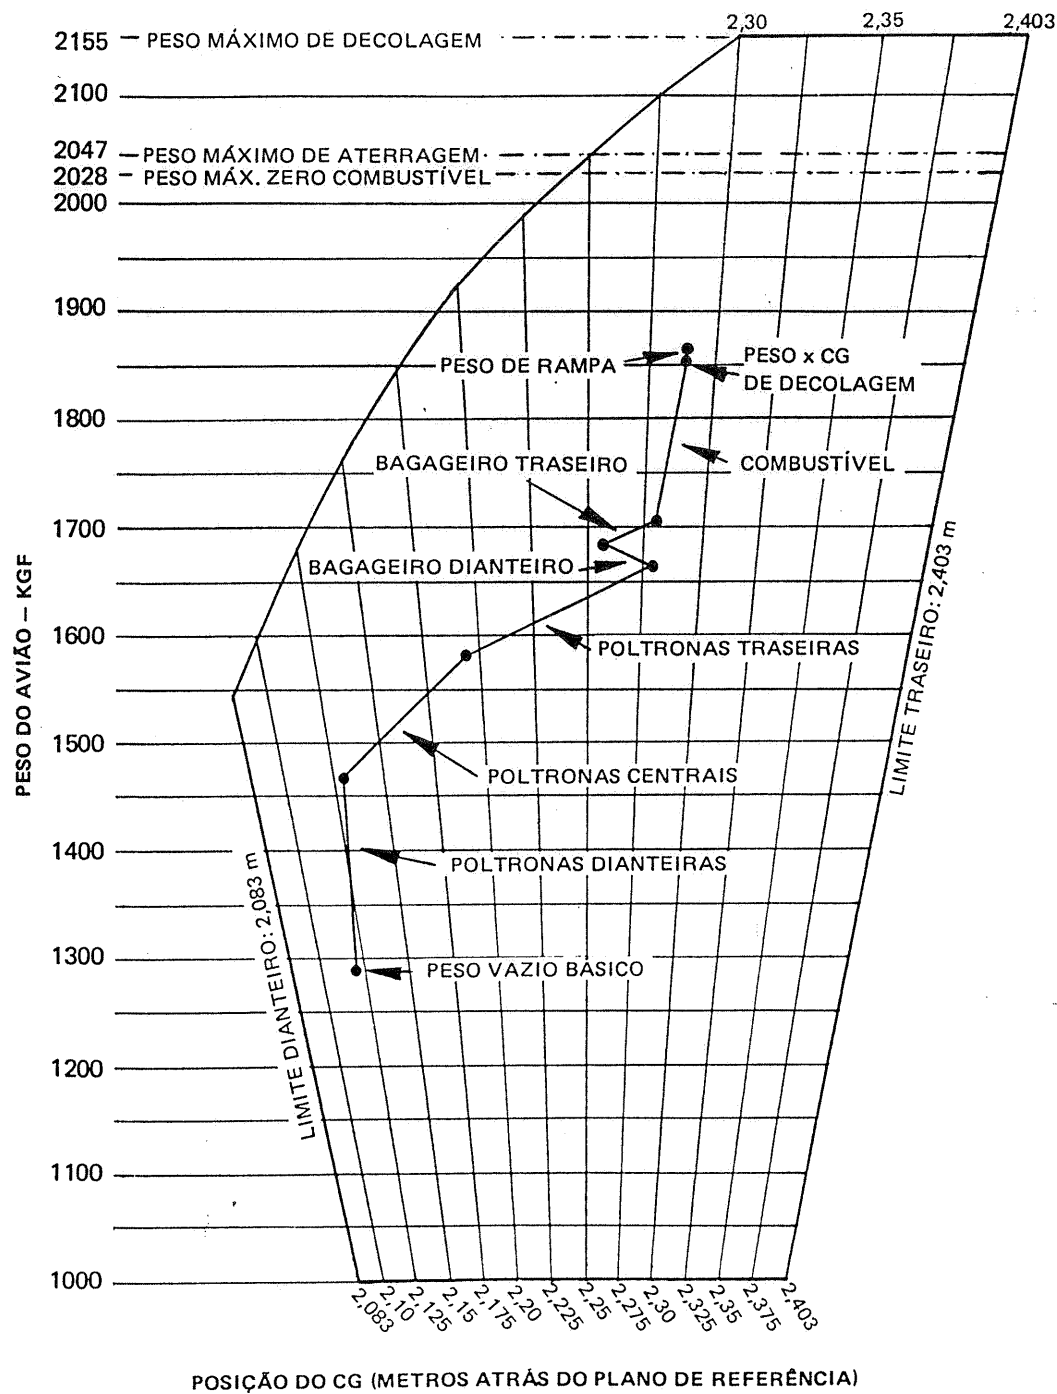

Figura 6-9. Exemplo de Balanceamento
1. Marque um ponto sobre a régua de peso e balanceamento, correspondente a 1293 kgf e 2,12 m, representando o peso vazio básico e o respectivo C.G. (veja a figura 6-9).
7. Conforme mostra a figura 6-9, o último ponto indica o peso total de 1865 kgf, com o respectivo C.G. a 2,29 m, dentro, portanto, do envelope operacional aprovado.